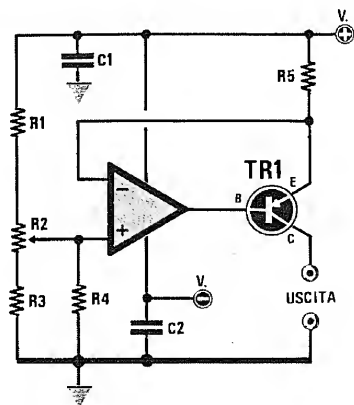

Fig.92 Generatore di CORRENTE costante da utilizzare per una alimentazione DUALE.
Quando si ha necessità di modificare il guadagno di uno stadio amplificatore a transconduttanza variabile o di ricaricare delle pile al nichel-cadmio con una ben precisa corrente, occorre utilizzare un generatore di **corrente costante** (vedi fig.92).
**Esempio** = Abbiamo alimentato il circuito di fig.92 con una tensione **duale** di **15 + 15 volt** e regolato il trimmer R2 in modo da applicare sull'ingresso **non invertente** una tensione di **4 volt negativi**, vorremmo conoscere che valore di R5 utilizzare per ottenere in uscita una corrente di **1,2 Amper**.
Il Generatore di Corrente Costante di fig.92 permette di erogare una corrente che potremo variare semplicemente ruotando il cursore del trimmer R2.